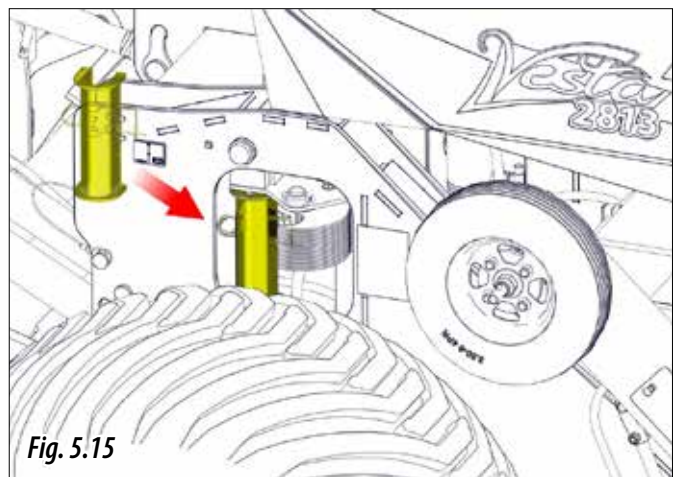

Fig. 5.15
**6-** Așezați cele două capace de transport pe cilindrii de pe cărucior (Fig. 5.15) și fixați-le cu elementele de siguranță.